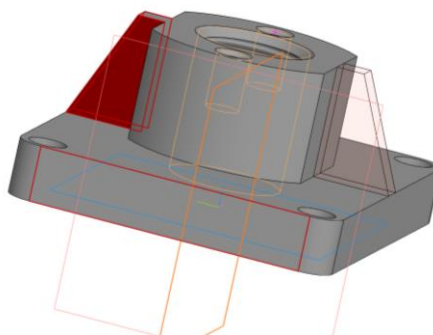

Рис. 26 Операция «Зеркальный массив» для Ребра жесткости 1
- Для создания ребра жесткости, симметричного построенному, использовать команду: **Твердотельное моделирование – Массив, копирование – Зеркальный массив.** Параметры операции Зеркальный массив 2: тип отображаемого объекта – Операции. Ребро жесткости 1; Плоскость симметрии – плоскость ZX (рис. 26).